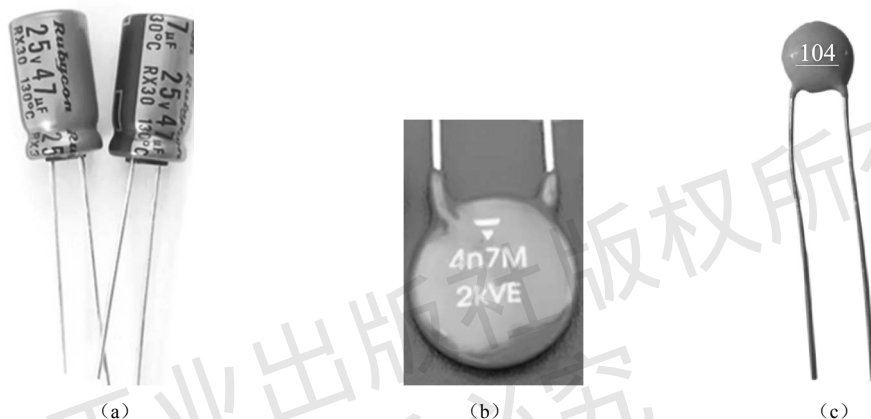

图 3-4 电容标识
(1) 直接标注。当电容位置足够时，会直接标出电容的容量及耐压值。图 3-4 (a) 所示为电解电容，其圆柱表面直接标注容量为 $47\mu F$ ，耐压值为 $25V$ 。
(2) 单位标注。如图 3-4 (b) 所示, 其上标注“4n7M”, 其中, “4n7”表示该电容的容量为 4.7nF, 此类标注是把容量单位放置在小数点位置, 类似标注如“4μ7”, 表示该电容的容量为 4.7μF; 字母“M”表示该电容的容量误差范围为±20%。另外, 从该标注中还可以看出该电容的耐压值为 2kV。
(3) 科学记数标注。如图 3-4 (c) 所示, 其上标注“104”, 前两位“10”为有效值, 最后一位“4”表示 10 的幂次方, 即 $10 \times 10^4 \text{ pF} = 10^5 \text{ pF}$ (单位默认为 pF)。科学记数法用 4 位数字表示时, 前三位为有效值, 最后一位表示 10 的幂次方。